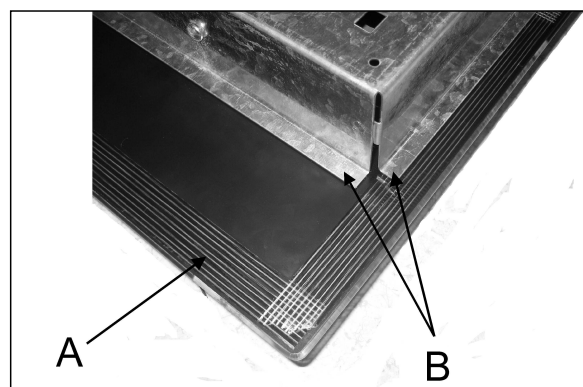

РИС. 12: Все модели
*Внимание: Не допускайте стекло (А) лежит прямо на столешницей. это bottomshelf (В), который должен быть в контакте с рабочей поверхностью (рис. 12).*